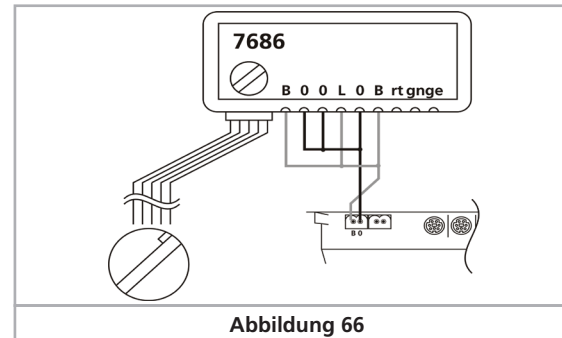
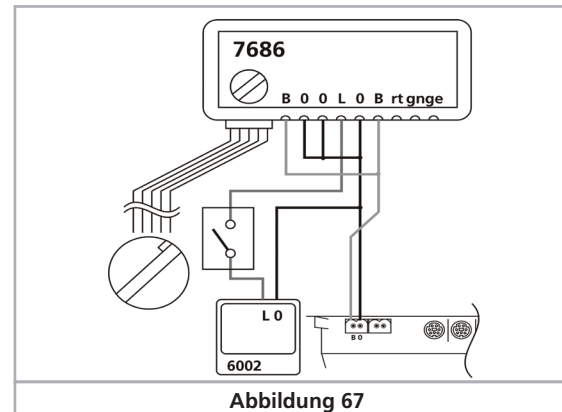

Abbildung 66
Abbildung 67
Zur Stromversorgung der Drehscheibe können Sie entweder direkt den Hauptgleis Ausgang der ECoS verwenden (siehe Abbildung 66) oder Sie benötigen einen externen Transformator (siehe Abbildung 67).
• Wenn Sie Ihre Drehscheibe wie in Abbildung 66 direkt aus dem Hauptgleisanschluss versorgen, schalten Sie Ihre Zentrale auf „Stop“ und anschließend wieder auf „Go“. Wenn Sie nun innerhalb von 5 Sekunden die „input“-Taste betätigen, versetzen Sie den Drehscheibendekoder in den Programmiermodus.
• Wenn Sie Ihre Drehscheibe wie in Abbildung 67 über einen separaten Transformator versorgen, können Sie die Versorgungsspannung des Drehscheibendekoders über diesen Transformator bzw. über den optionalen Schalter in der Zuleitung zum Drehscheibendekoder (Anschlüsse L und O) unterbrechen. Nach dem Einschalten der Versorgungsspannung müssen Sie auch in diesem Fall innerhalb von 5 Sekunden die input-Taste drücken.